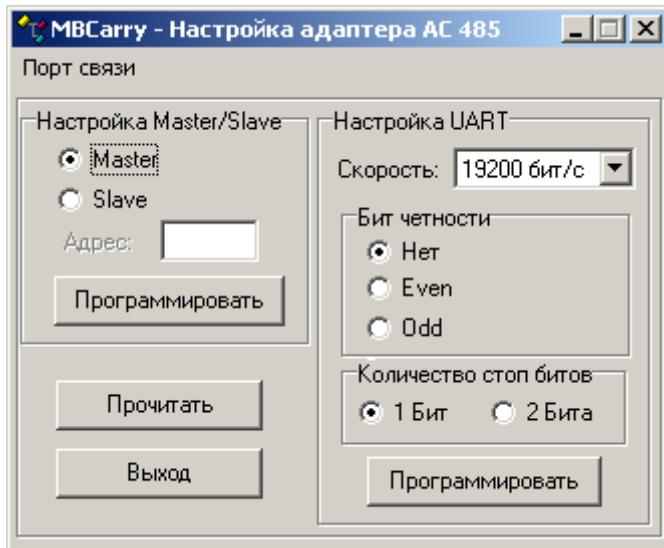

Рисунок 1 – Рабочее окно программы **MBCarry.exe**
2.3.4 Подключить кабель интерфейса RS-232 к разъему «СОМ» компьютера и разъему «RS-232» адаптера. Установить переключатель «П» для перевода адаптера в режим программирования в положение «ON». При этом должен засветиться индикатор «PRN». Для программирования адаптера следует запустить ПО **MBCarry.exe**, при этом откроется окно, показанное на рис.1.